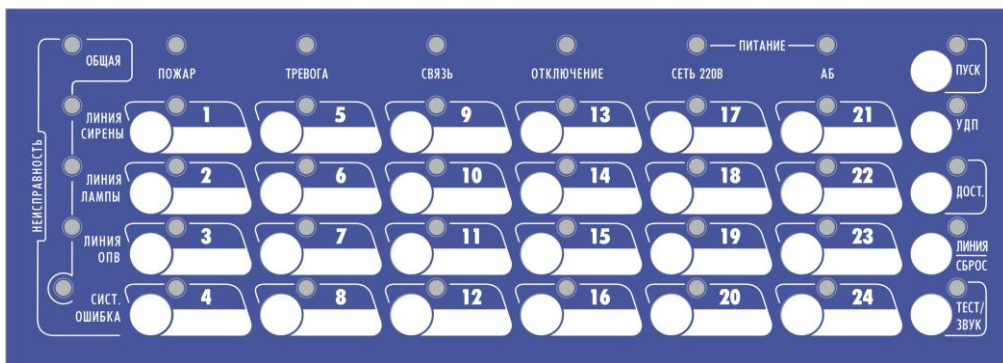

Рис.2 Панель индикации и управления ППКУОП Гранит-24
Конструктивно прибор состоит из корпуса (основания) и съёмной крышки. В корпусе расположены: плата контроллера (см. рис.1) с установленной на ней платой индикации и плата источника питания. На плате индикации установлена панель индикации и управления прибора (см. рис.2). На плате контроллера расположен разъем для подключения Wi-Fi коммуникатора (см. паспорт на WiFi коммуникатор). В корпусе прибора также предусмотрен отсек для размещения аккумуляторной батареи и отсек для размещения GE коммуникатора (см. паспорт на GE коммуникатор).
3.2 На панель индикации и управления прибора (см. рис.2) выведены: